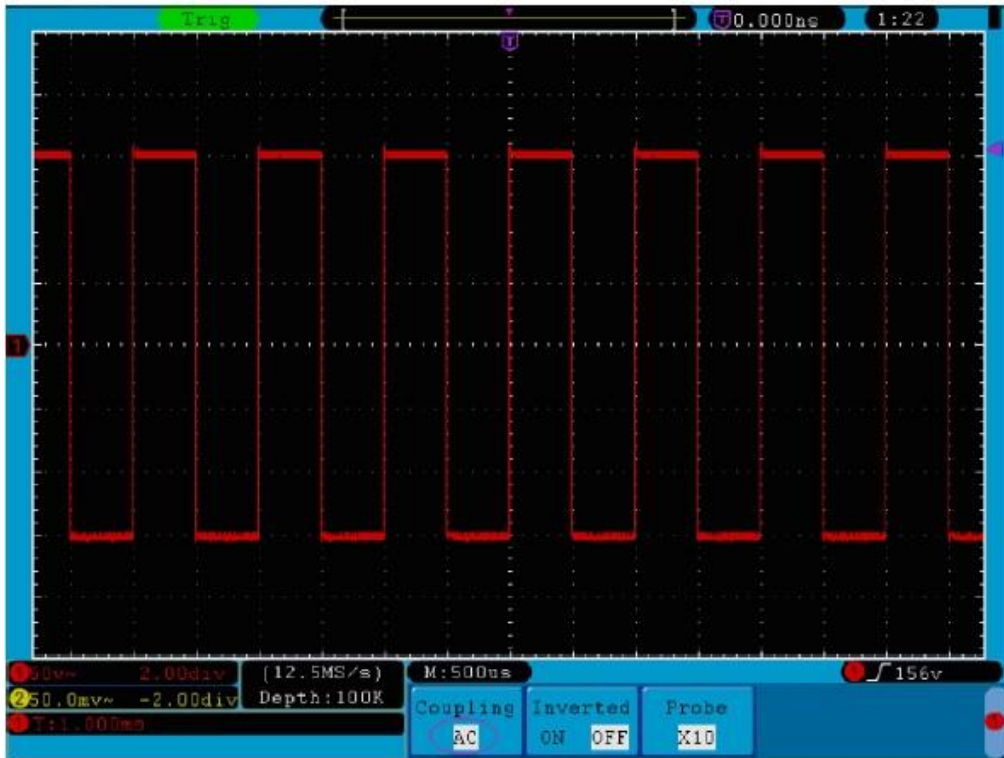

Fig. 14 Oscilograma de acoplamiento CA
- * Luego, pulse el botón **F2** para seleccionar “**AC**”. Al ajustar el acoplamiento del canal en modo CA, se bloquearán los componentes CC de la señal. Las formas de onda se muestran como en la **Fig. 14**.